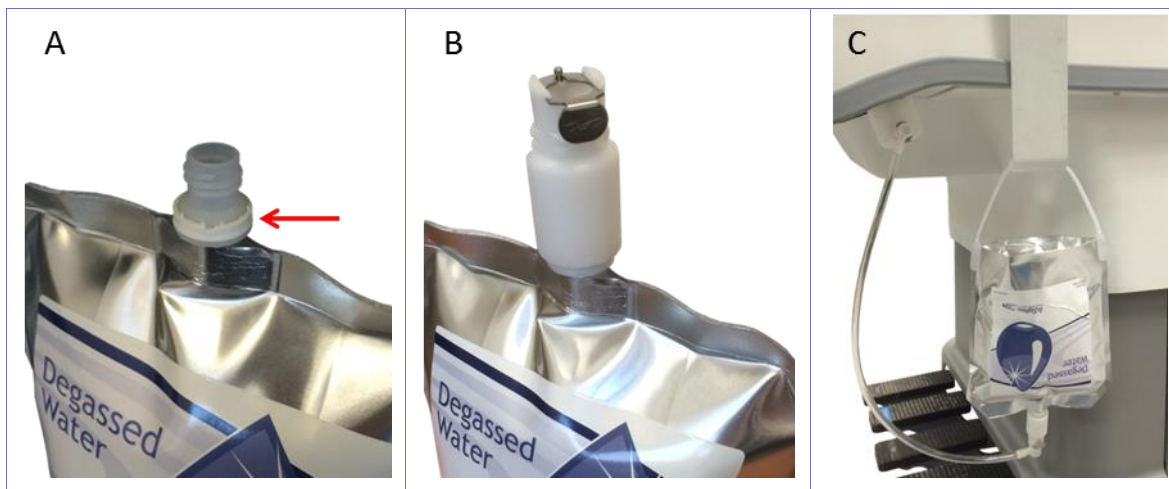

Figura 3-2: Exablate per la prostata: preparazione del sacchetto contenente acqua
4. Preparare un nuovo sacchetto con acqua e collegarlo al tavolo (vedi Figura 3-2):